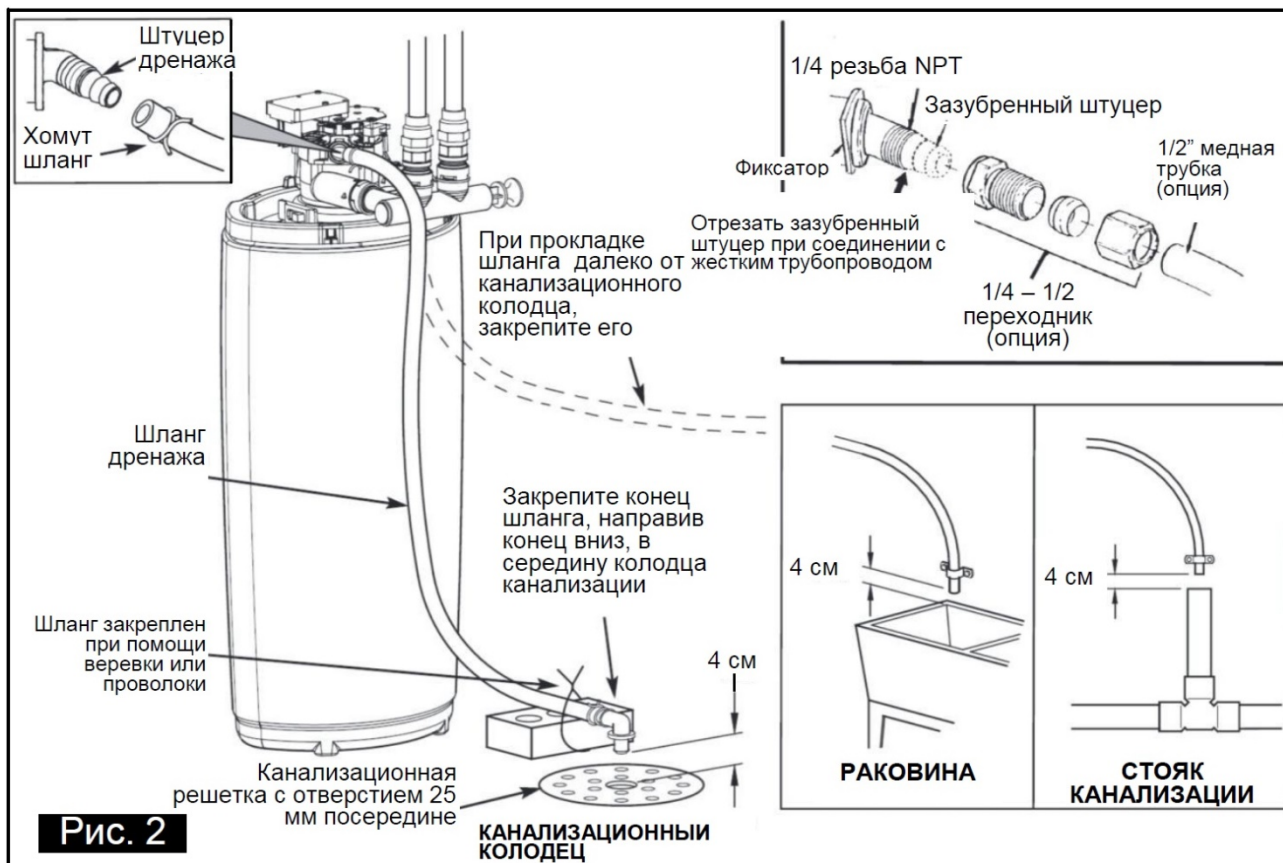

Рис. 2
- Для подключения стока грязной воды (дренажа) из фильтра AQUACARBON к канализационной системе нужно применять шланг, который может поставляться вместе с устройством, или жесткий шланг необходимой длины (до 8 метров). Один его конец необходимо натянуть на штуцер дренажа, который находится с тыльной стороны управляющего клапана, а второй подвести к канализационному стоку (Рис. 2). Между концом шланга и дренажным отверстием **должен быть зазор по меньшей мере 4 см, чтобы предотвратить возможное попадание грязной воды в устройство.**